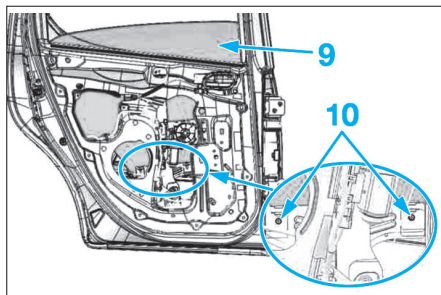

Fig. 74
- Déposer les vis de fixation (10) de la vitre (9) (Fig.74).